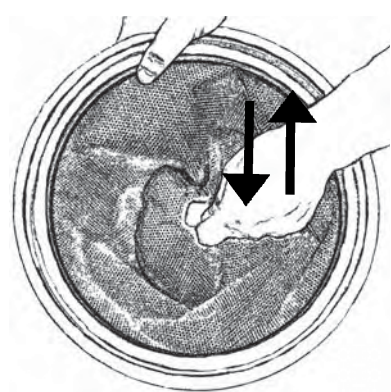

Abb. 22
1. Setzen Sie den gewaschenen/ausgeschüttelten Beutelfilter in den Behälter ein, Abb. 22. Stellen Sie dabei sicher, dass die Filterunterstützung genau in die Innenkante des Behälters passt. Stellen Sie sicher, dass der Filter richtig herum eingesetzt ist - die Stoffflasche am Filter sollte sichtbar sein.
2. Setzen Sie den gewaschenen/ausgeschüttelten Beutelfilter wieder in den Behälter ein. Stellen Sie dabei sicher, dass die Filterunterstützung genau in die Innenkante des Behälters passt. Stellen Sie sicher, dass der Filter richtig herum eingesetzt ist - die Stoffflasche am Filter sollte sichtbar sein, Abb. 22.